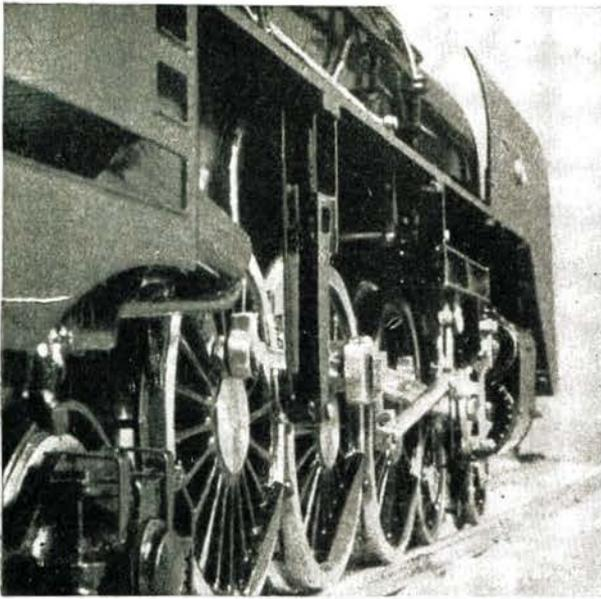

Bild 11 Das Triebwerk weist höchste Präzision auf
► **Bild 11** Elektrische Schnellzuglokomotive E 04 03